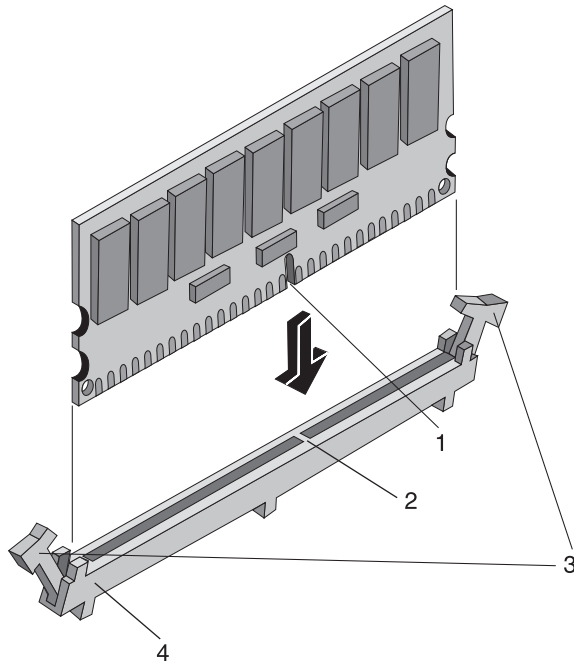

Abbildung 2-12: Ausrichten des DIMMs am Steckplatz
7. Legen Sie die Aussparung am neuen DIMM an den schmalen Keil im Steckplatz des DIMMs an (siehe Abbildung 2-12).